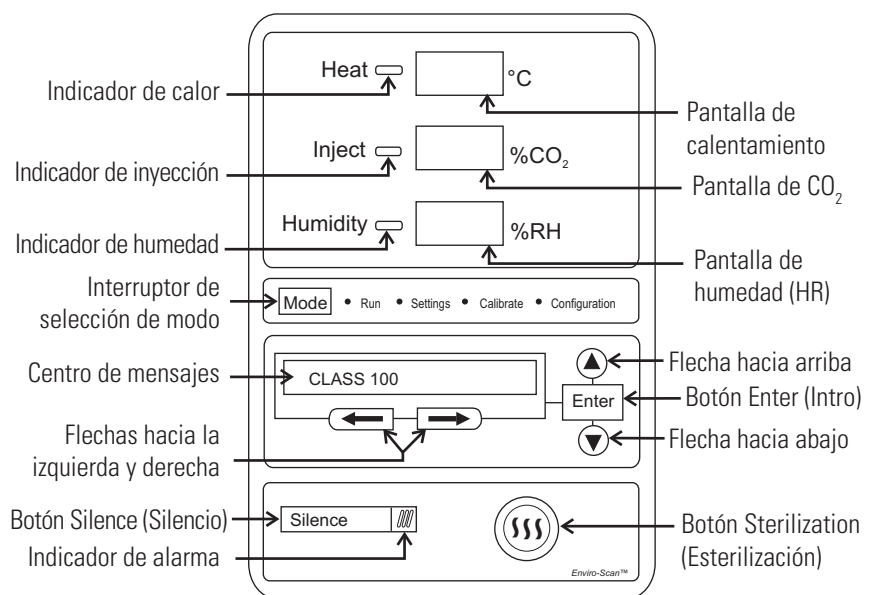

Figura 1-3. Componentes del panel de control
- Panel de control: teclado, pantallas e indicadores (figura 1-3)